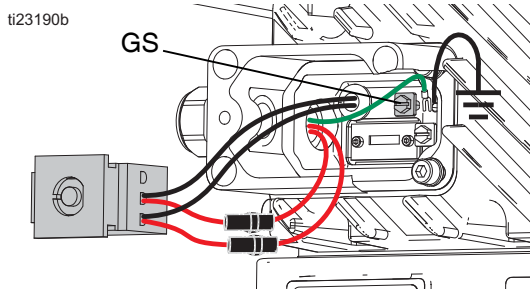

FIG. 11: Tornillo de conexión a tierra
10. Pase los cables por la brida (C1) del ventilador conectado al controlador (no a la caja de conexiones (S)).
11. Vuelva a conectar el cable de conexión de tierra al tornillo de tierra. Apriete el tornillo de tierra. Consulte la FIG. 11.
12. Utilice una virola para conectar cada cable del ventilador a uno de los dos cables que salen el ojal del motor. Conecte después un conjunto de cables en la ubicación 1L1 de la caja de desconexión ay el otro cable en 3L2. Consulte la FIG. 11.